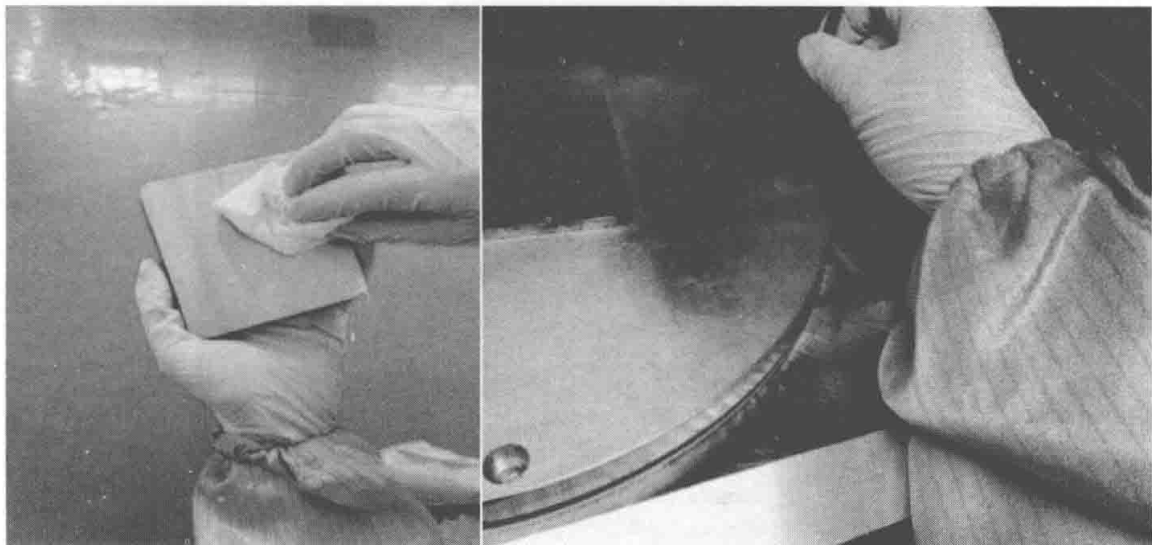

图 4-75 安装基板
- (1) 打开设备主电源开关，打开激光器冷水机电源开关，同时打开激光。
(2) 用毛刷、吸尘器清理成型舱内粉尘，擦拭成型舱内壁及舱门，每次打印模型前清理一次。
(3) 用无尘布沾无水乙醇擦拭激光窗口保护镜，每次打印模型前清理一次。
(4) 用鼓风球清理螺纹孔内粉末，安装适用于加工粉末材料的底板，用无尘布沾无水乙醇擦拭底板，确保表面干燥，安装底板，如图 4-75 所示。